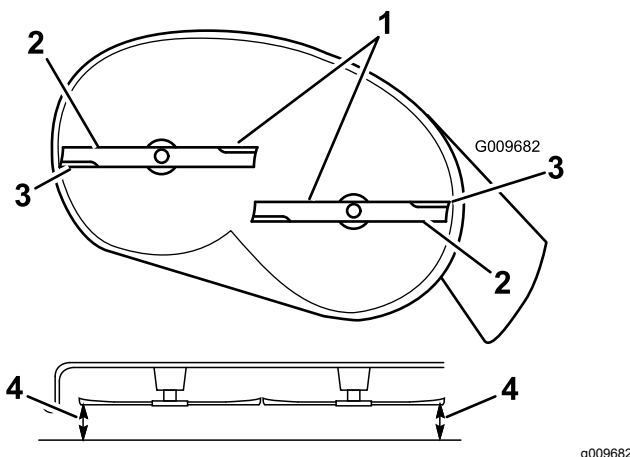
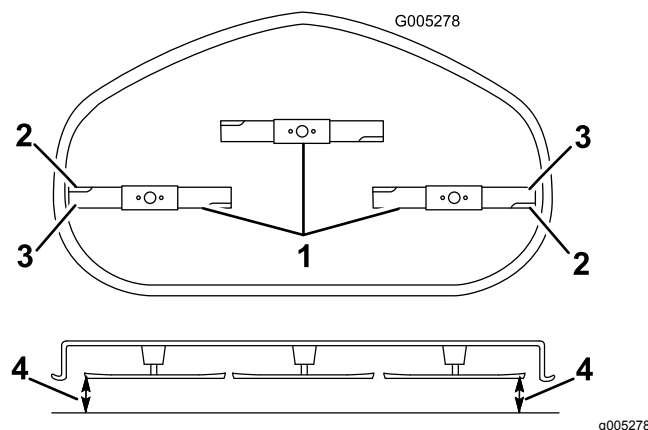

Figura 57
Figura 58
4. Girate con cautela le lame in modo che siano disposte tutte lateralmente (Figura 57 e Figura 58).
5. Misurate la distanza tra i taglianti esterni e la superficie piatta (Figura 57 e Figura 58).